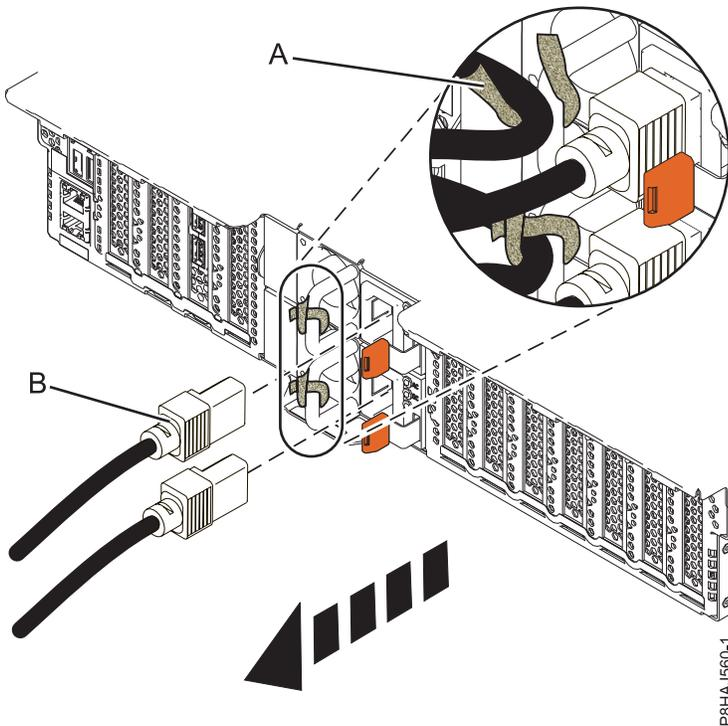
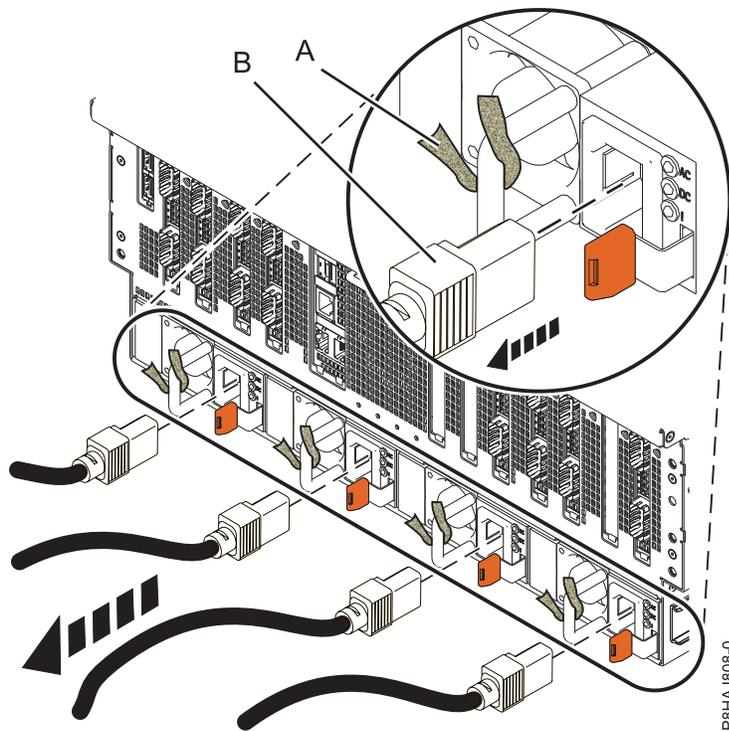

Abbildung 50. Netzkabel von einem System vom Typ 5148-21L, 5148-22L, 8247-21L, 8247-22L, 8284-21A oder 8284-22A abziehen
Abbildung 51. Netzkabel von einem System vom Typ 8408-44E oder 8408-E8E abziehen
3. Ziehen Sie die Netzkabel (**B**) von der Systemeinheit ab. Siehe Abbildung Abb. 49 auf Seite 92, Abb. 50 auf Seite 92 oder Abb. 51 auf Seite 93 (abhängig von Ihrem Systemtyp).